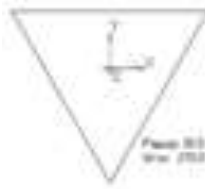

Рис. 9.7
- Включите  – **Ортогональное черчение**. Расположите треугольник, как показано на рис. 9.7.